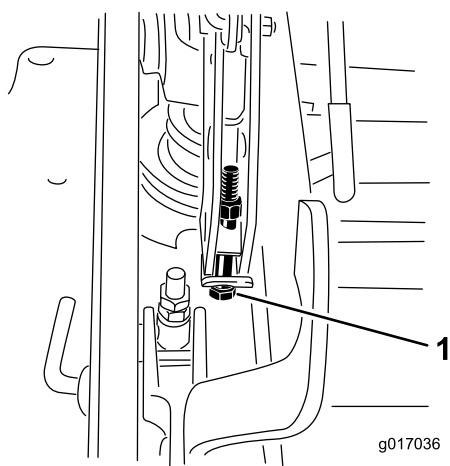

Bild 75
13. Wenn das Mähwerk zu niedrig ist, drehen Sie die zentrale Einstellschraube nach rechts, um sie anzuziehen. Wenn das Mähwerk zu hoch ist, drehen Sie die zentrale Einstellschraube nach links, um sie zu lösen (Bild 75).